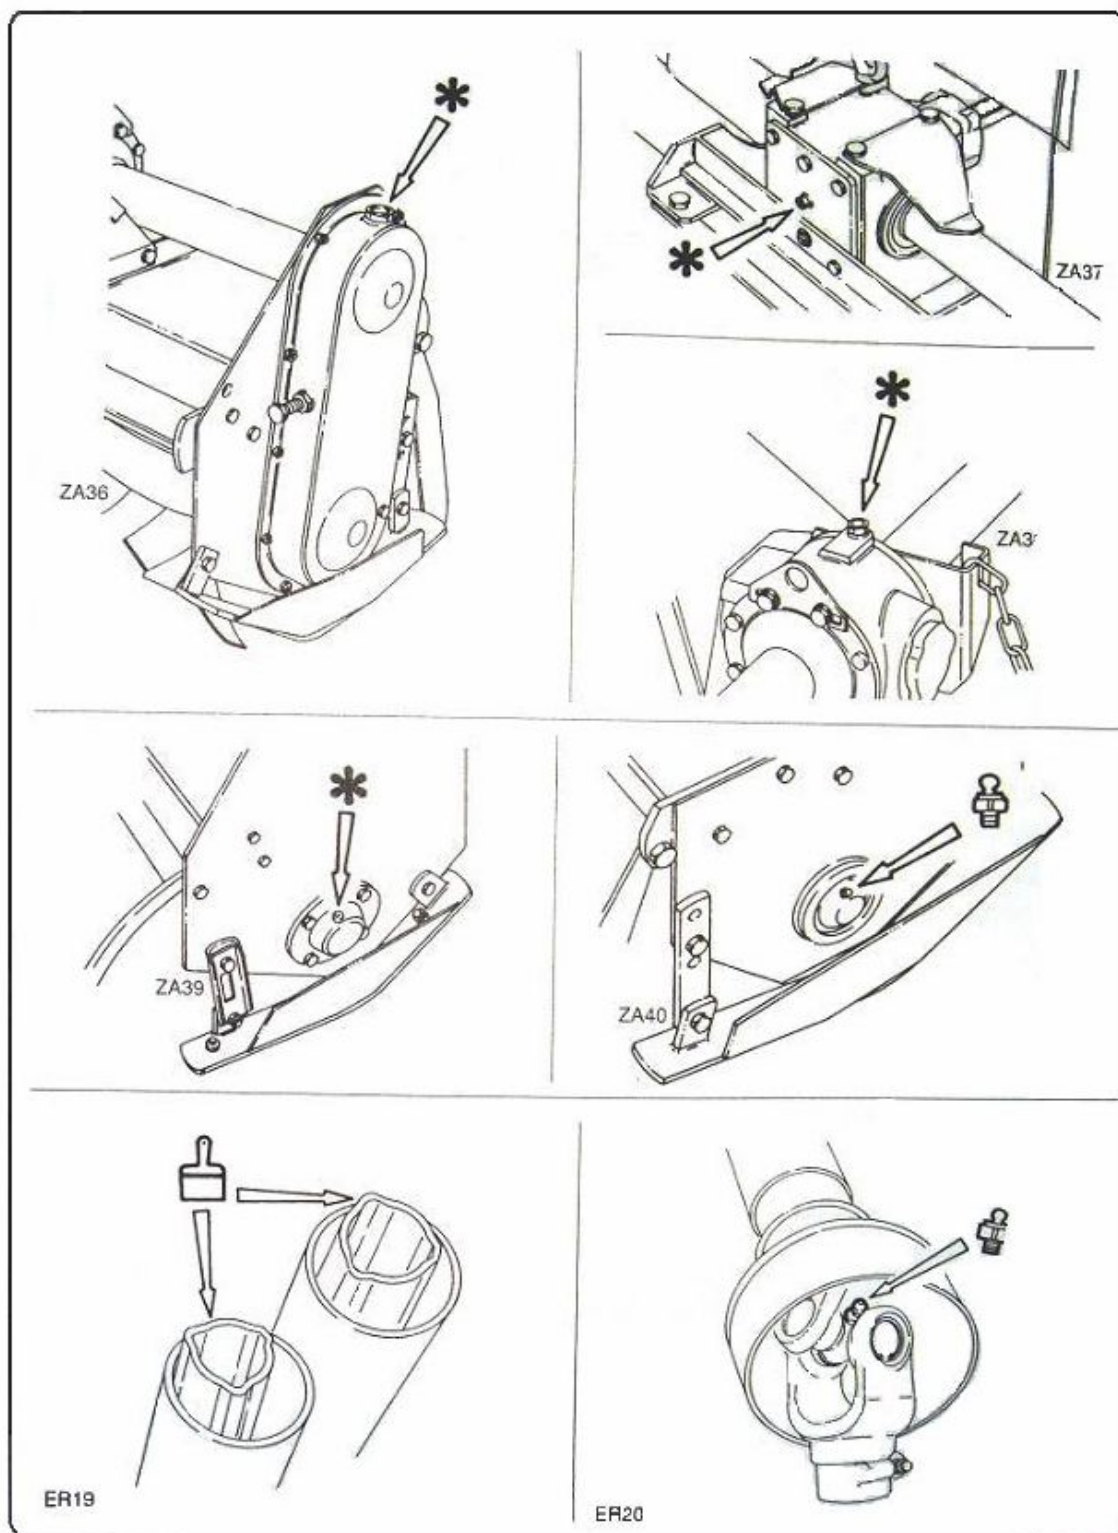

fig. 7.6.1
7.6 - Points de lubrification et de graissage fig. 7.6.1 et 7.6.2